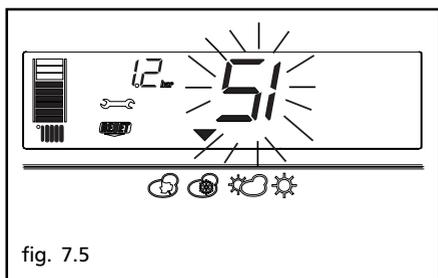

fig. 7.5
3) Visualizzazione delle icone **RESET** e (fig. 7.5)